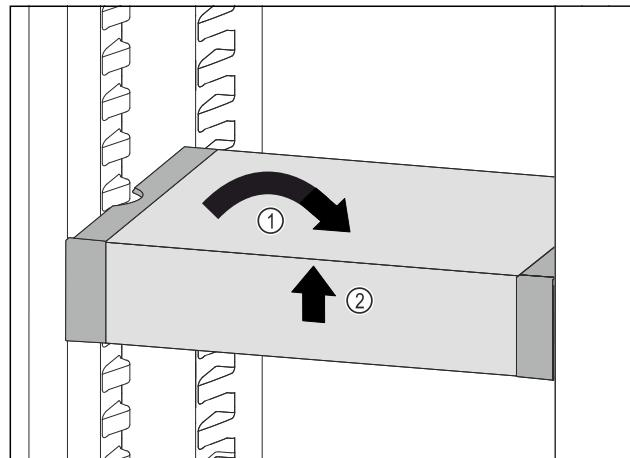

Fig. 57
- Poziționați drept VarioSafe. Fig. 57 (1)
- Ridicați în față VarioSafe. Fig. 57 (2)